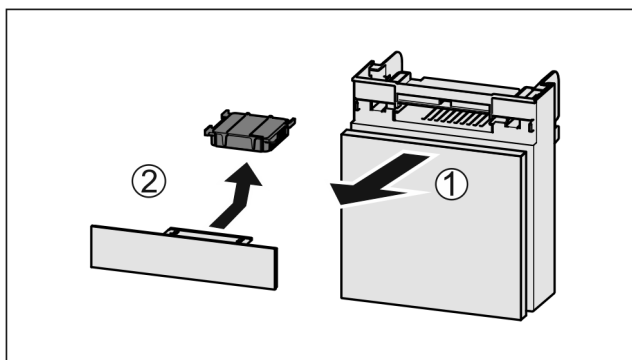

Fig. 33
- Fach nach vorne herausziehen Fig. 33 (1).
- Aktivkohlefilter entnehmen Fig. 33 (2).